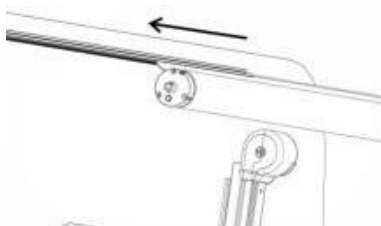

Figure C19
3.6 Lösen Sie einen Teil des Stoffes am Markisenrollenrohr und fädeln Sie ihn in die Stoffschiene des Fahrzeugs ein (Abbildung C19).